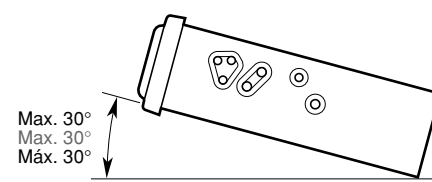

Figure 2 / Figure 2 / Figura 2
- 2. Install the unit within 30° of the horizontal plane (Figure 2).
- 2. Installer l'appareil avec un angle inférieur à 30° par rapport à l'horizontal (Figure 2).